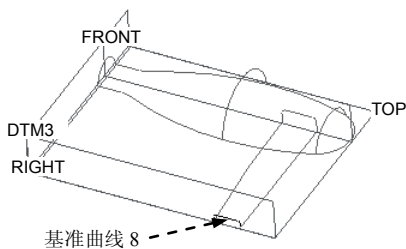

图 6.7.27 创建基准曲线 8
Step16. 创建图 6.7.27 所示的基准曲线 8。
(1) 单击“草绘基准曲线”按钮 。
(2) 定义草绘截面放置属性: 设置 DTM3 基准平面为草绘平面; 采用默认的草绘视图方向; RIGHT 基准平面为草绘平面的参照, 方向为 **右**; 单击  按钮。